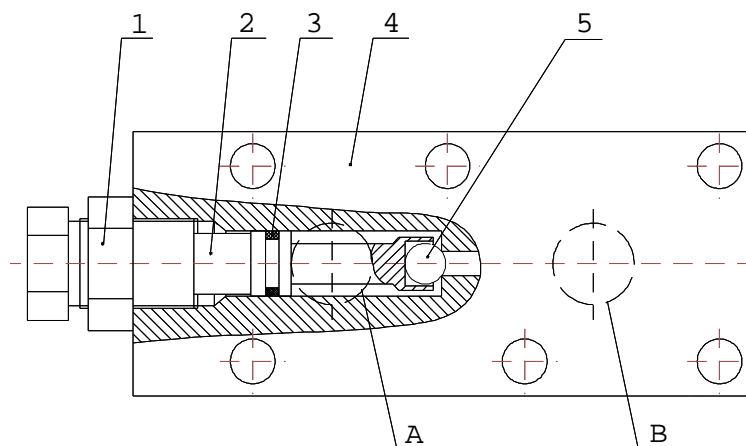

Рис. 42 Буксировочный кран
8. БУКСИРОВОЧНЫЙ КРАН (рис. 42)